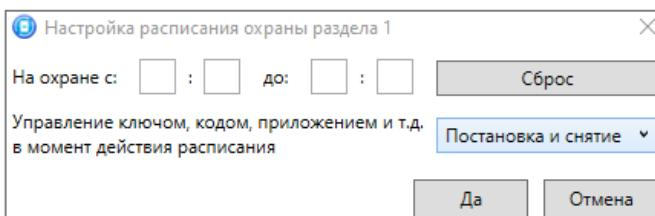

Рисунок 4.30 – Настройка расписания охраны раздела
- *Расписание*: позволяет установить интервал времени, в течение которого раздел должен находиться на охране (возможно задать не только интервал времени, но и указать только начало периода или только его конец). Персоналу объекта может быть как предоставлена возможность управлять режимом охраны раздела вручную в период действия расписания, так и запрещены любые изменения режима охраны раздела (см. рисунок 4.30).